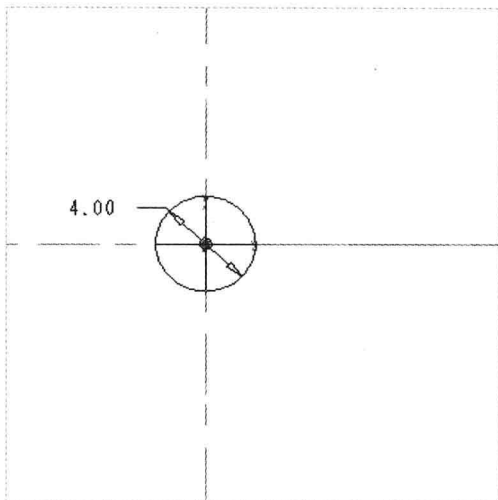

图 9-41 绘制截面 1
Step 03 进入草绘环境，单击“草绘”选项卡中的相应按钮，绘制截面，如图 9-41 所示，单击“关闭”面板中的“确定”按钮，完成截面绘制并退出草绘环境。